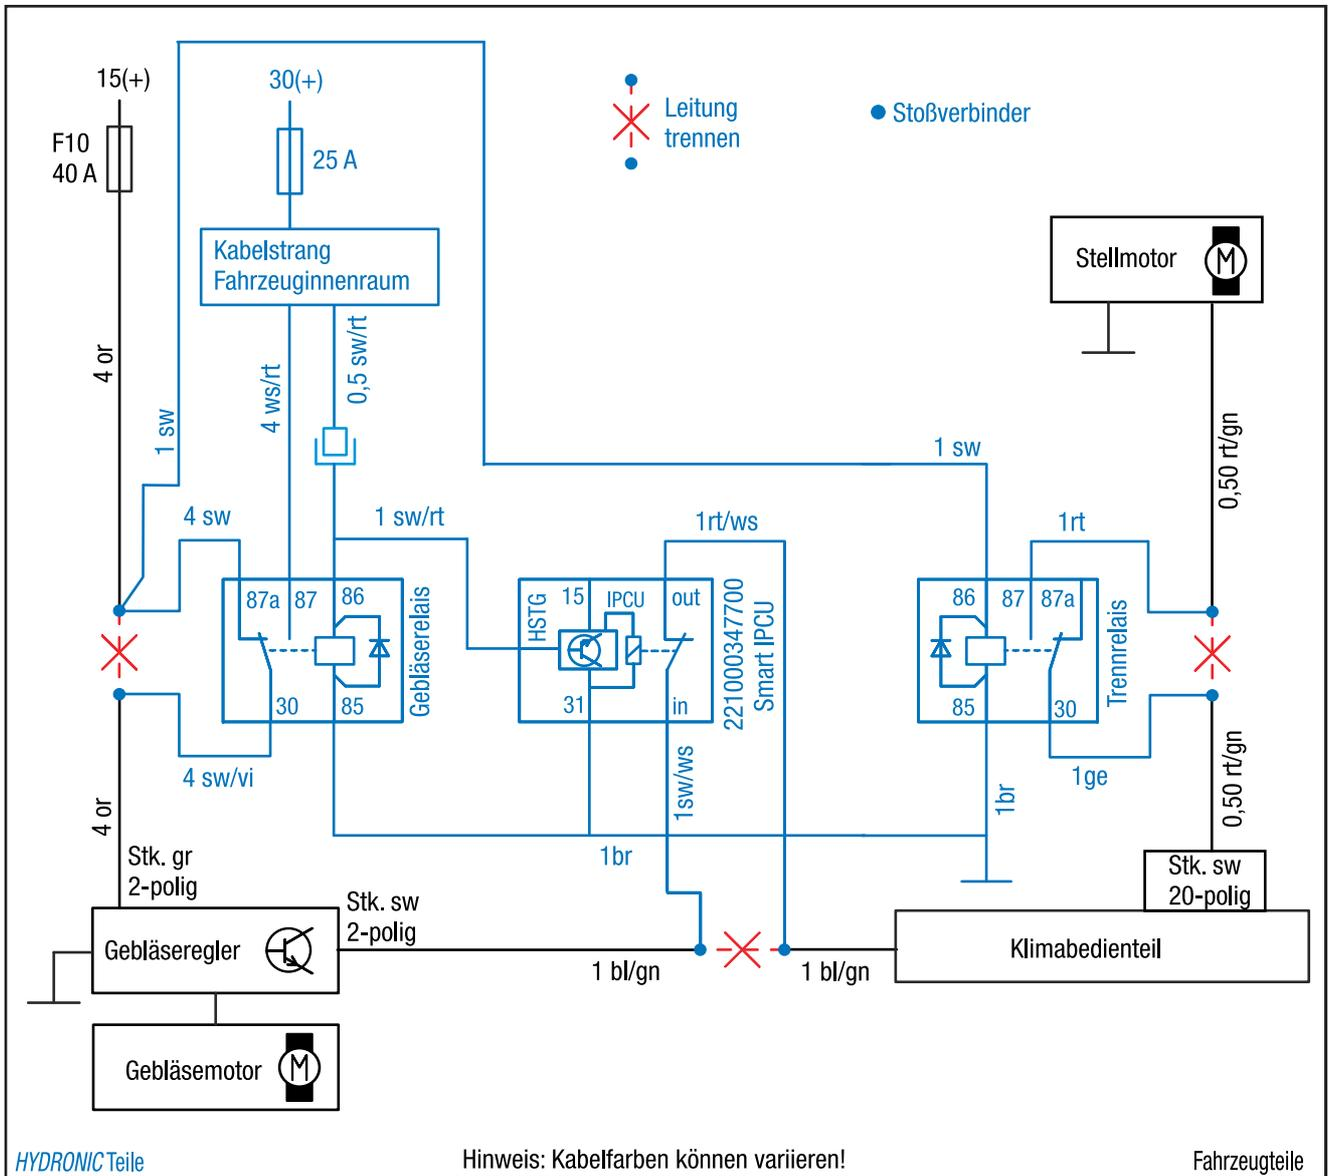

Abb. 38
An die Kabel 4 mm² ws/rt "Fahrzeuginnenraum" einen Kontakt anschlagen und der Abbildung entsprechend (siehe auch Schaltplan Abb. 38) in den noch freien Steckplatz (87) des Gebläserelais stecken.